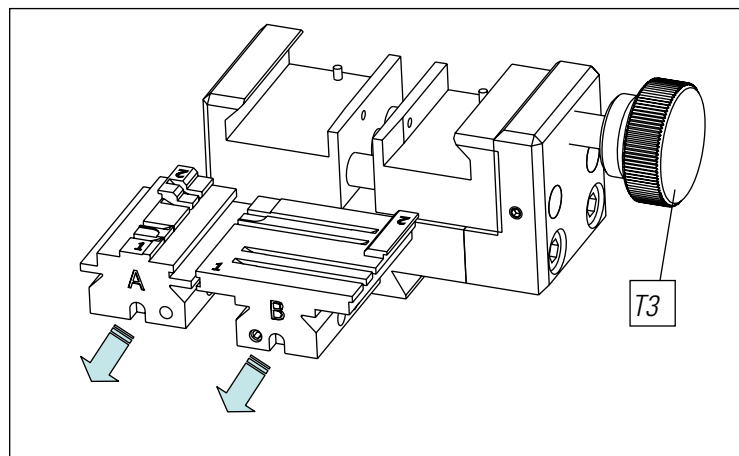

FIG. 16
- 2) Empujar la(s) garra(s) con los dedos desde la parte trasera extrayendo hacia el operario. (Fig.16)